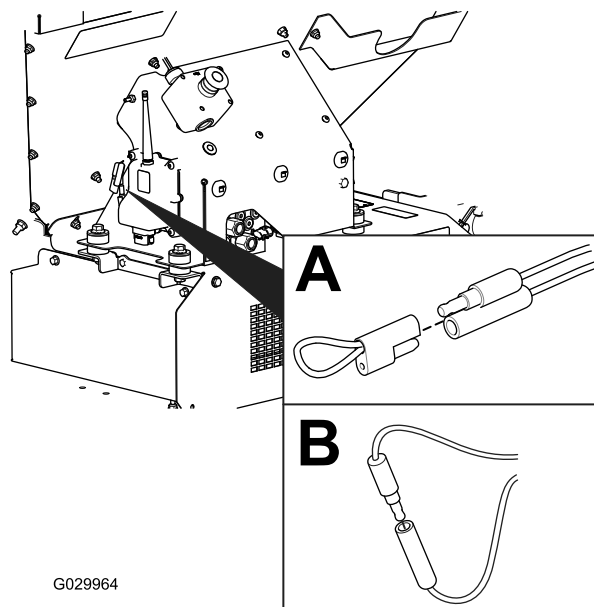

Рисунок 27
2. Снимите привязную крышку с двух диагностических замыкающих соединителей (Рисунок 27, А).
3. Соедините диагностические замыкающие соединители друг с другом (Рисунок 27, В).
2. Отсоедините диагностические перемычки (Рисунок 27, В).
3. Наденьте привязанную крышку на два диагностических замыкающих соединителя (Рисунок 27, А).